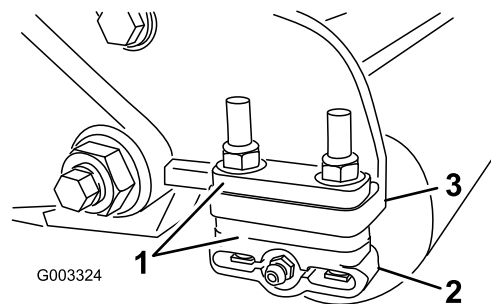

Рисунок 11
1. Отрегулируйте кронштейны заднего валика (**Рисунок 11**) на необходимый диапазон высоты скашивания путем установки необходимого количества проставок под монтажный фланец боковой пластины (**Рисунок 11**) в соответствии с таблицей высоты скашивания.